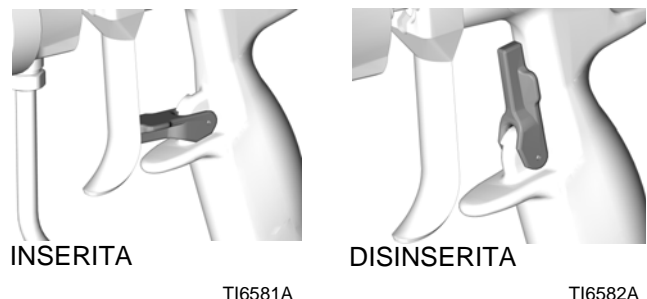

FIGURA 12
1. Inserire la sicura. Vedere la FIGURA 12.
4. Disinserire la sicura del grilletto. Vedere la FIGURA 12.
7. Inserire la sicura. Vedere la FIGURA 12.